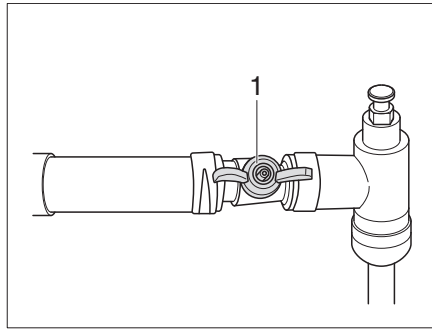

Fig. 295 Robinet d'arrêt Alde, ouvert
- Placer le robinet d'arrêt (Fig. 295,1) en travers par rapport à la conduite.
- Placer le robinet d'arrêt (Fig. 295,1) parallèle à la conduite.